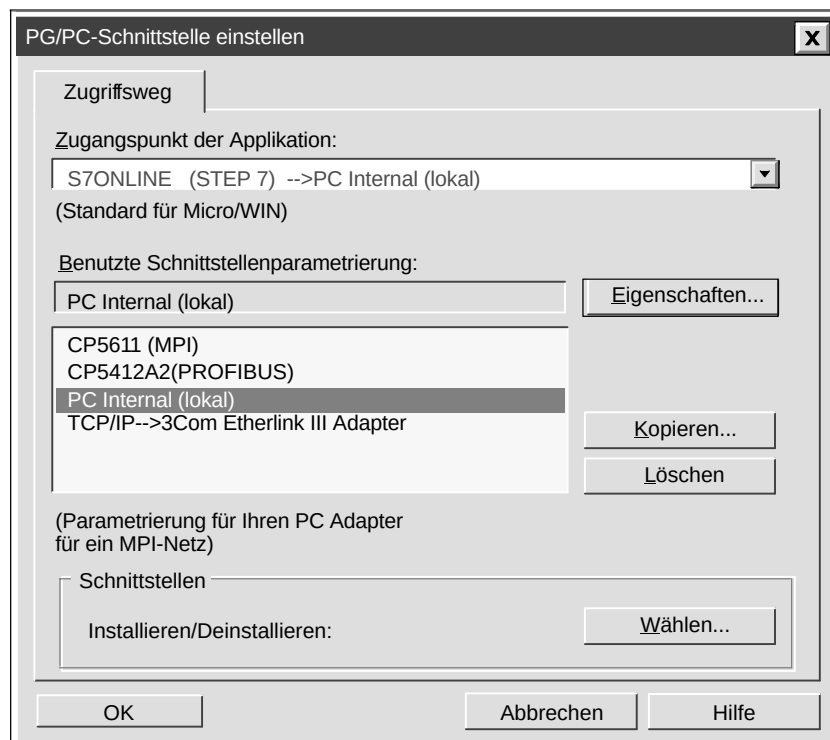

Bild D-5 Einstellen der PG/PC-Schnittstelle für PC Internal (lokal)
2. Im aufklappbaren Listefeld "Zugangspunkt der Applikation" wählen Sie **S7ONLINE (STEP 7)** (Bild D-5).